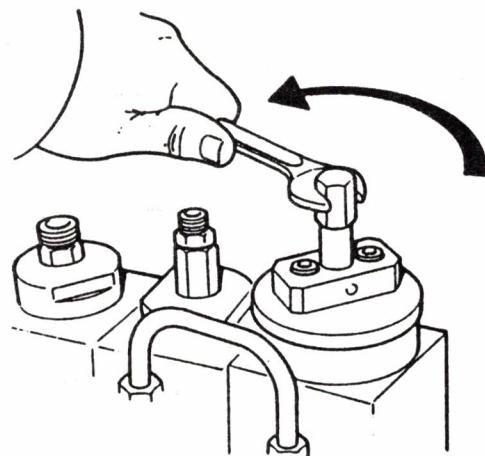

Bild 13 Filterkopf herausschrauben
- Filterkopf mit Schlüssel (1/3) herausdrehen (Bild 13).